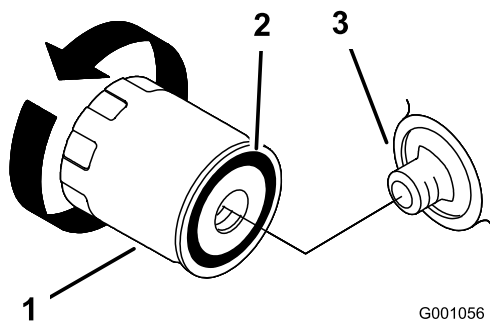

図 21
2. オイルフィルタを外し、フィルタのアダプタガスケットの表面をきれいに拭く (図 21)。
3. 新しいフィルタのガスケットにオイルを薄く塗る（図 21）。
4. アダプタにフィルタを取り付け、ガスケットがアダプタに当たるまでフィルタを右に回し、そこから更に 2/3～1 回転増し締めする（図 21）。